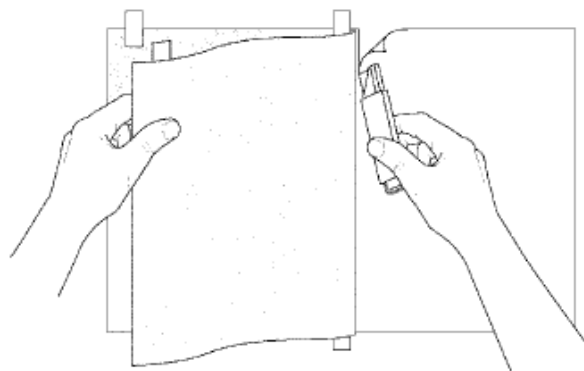

Рис. 1. Удаление подложки при подвесе за середину
2. Отогнуть половину графического изделия до места шарнирного подвеса и отделить на ней подложку пленки DI-NOCTM. Затем осторожно отрезать подложку вдоль линии подвеса и удалить ее. См. Рис. 1.